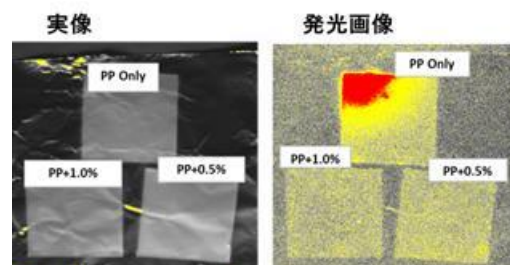

図 2 PP イメージング (左 : 実像、右 : 発光画像)
1. ポリプロピレン (PP) の発光画像 使用機器 : CLA-IMG、CLS-ST3
① PP にヒンダードフェノール系酸化防止剤、Irganox1010 を母材重量に対してそれぞれ、無添加、0.5%、1.0% 添加し混練したサンプルを 160 $^{\circ}$ C に加熱し、空気雰囲気下で撮影した結果を示す(図 2)。